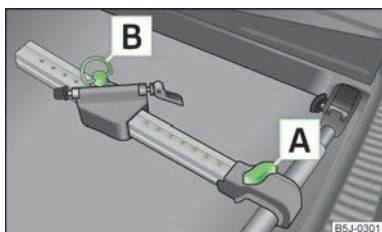

Fig. 57
- Extrageți puțin șurubul **A** » fig. 57 și împingeți suportul longitudinal (partea din aluminiu) înspre suportul transversal, până când se blochează soclul.
- Slăbiți șurubul **A** » fig. 57 la pagina 61 și împingeți înspre stânga suportul pentru bicicletă, împreună cu bicicleta fixată, în așa fel încât între ghidon și geamul lateral al portbagajului să nu se ajungă la coliziune.